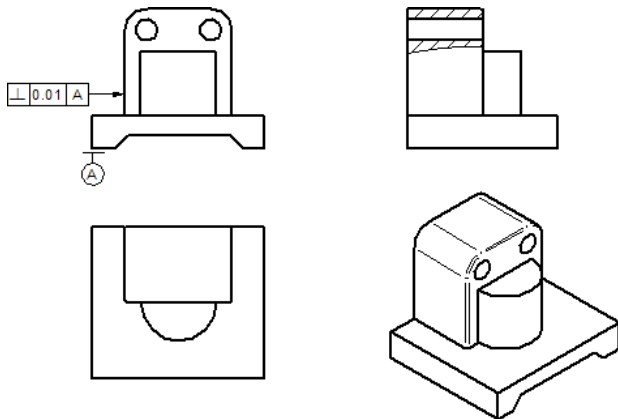

图 11.3.6 隐藏尺寸图层
Step6. 隐藏尺寸图层。在 $\frac{1}{2}$ 选项卡区域中选中 $\frac{1}{2}$ 尺寸图层，然后单击“隐藏图层”按钮 $\frac{1}{2}$ ，图纸视图显示结果如图 11.3.6 所示。